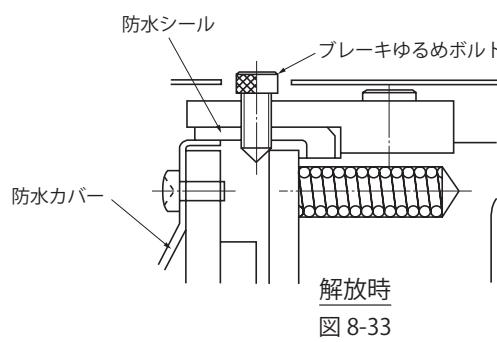

図 8-33
- (1) 対角 2ヶ所のブレーキゆるめボルトを一旦外し、手動解放防止用スペーサを取り除いた後、再度ボルトを六角スパナでねじ込んでいくとブレーキは解放されます。この時ブレーキゆるめボルトを回し過ぎないようにしてください。(ブレーキが解放されたか確認しながらブレーキゆるめボルトを回してください。) (図 8-33、8-34 参照)